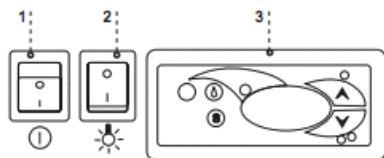

Abb.10 Steuerungspaneel
- Hauptschalter-Taste drücken Abb.10/1, dadurch wird das Einschalten des Thermostats und Aggregats gelöst